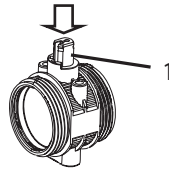

Fig. 16
Per sostituirlo, l'asse deve essere forzato come nella Fig.16. Una volta tirato fuori l'asse (1) potranno essere cambiati i giunti (7). Tenere presente che una pressione eccessiva sul porta tenute potrebbe influire sul funzionamento e arrecare danni alla valvola.